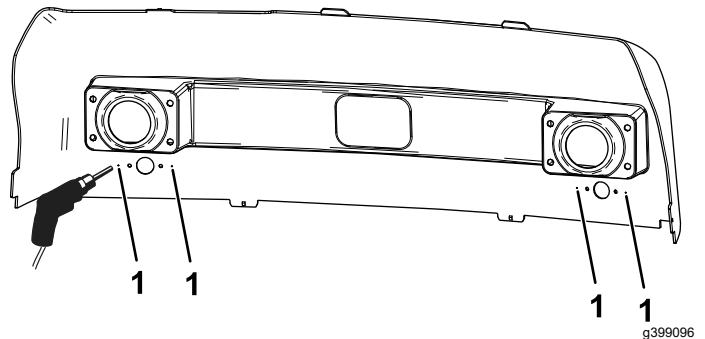

Figura 22
2. All'interno del cofano, individuate i 4 accanto ai fori delle luci di direzione e praticate fori dal diametro di 6 mm come illustrato nella Figura 22.